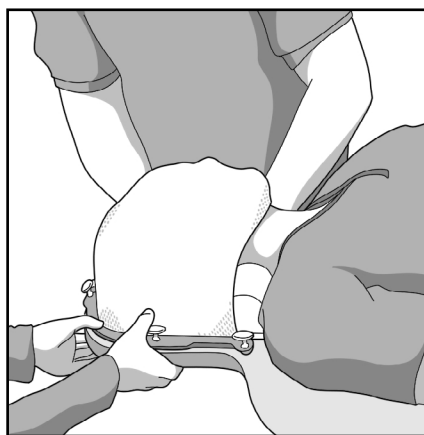

Fig. 5
2. För in stiften i Portrait-inläggets hål och tryck tills varje stift låses på plats (Fig. 5).